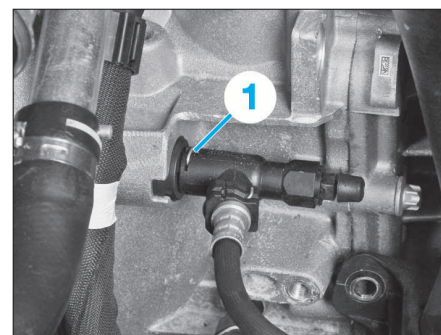

FIG. 7
- Retirer l'agrafe de verrouillage (1) (Fig.7).